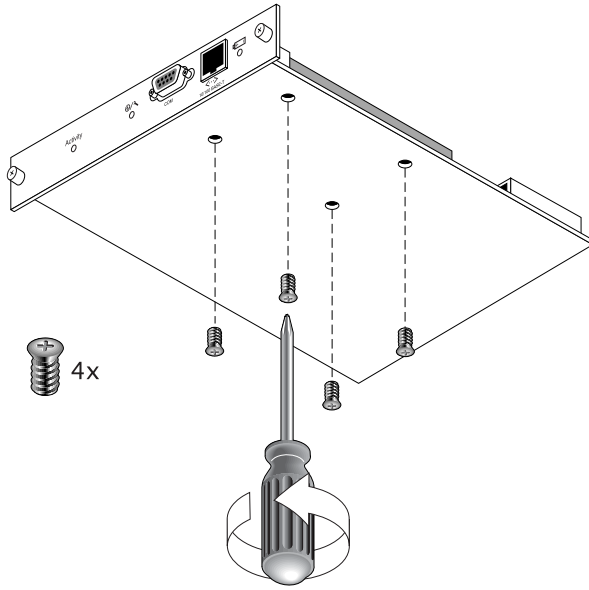

图 4-5 已拆除螺钉的电池模块的底面
5. 使用 **Phillips** 改锥，拆除模块底面的电池螺钉，然后从电池模块拆除电池。拆除螺钉的方法与图 4-5 所示类似。